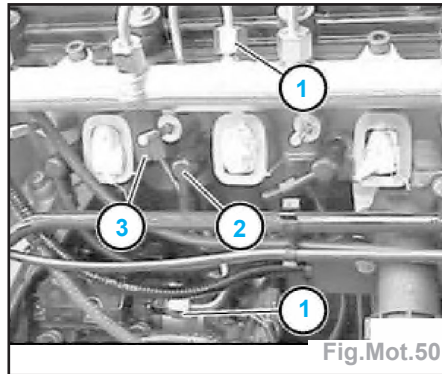

Fig.Mot.50
- Débrancher le connecteur (2).
- Débrancher la conduite de retour du carburant (3).
- Dévisser les écrous-raccords (1) (Fig.Mot.50).
- Débrancher tous les connecteurs (2).
- Déposer le silentbloc caoutchouc (3).
- Faire attention au bon positionnement du silentbloc caoutchouc (3) (Fig.Mot.50).